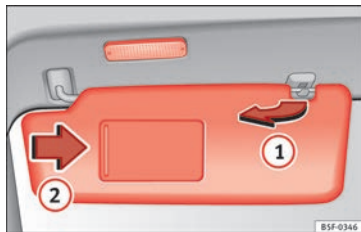

Abb. 63 Sonnenblende.
- Die Sonnenblende kann aus der Halterung herausgezogen und zu der Tür geschwenkt werden » Abb. 63 ①.
In der heruntergeklappten Sonnenblende befindet sich hinter einer Abdeckung ein Make-up-Spiegel. Beim Aufschieben der Abdeckung » Abb. 63 ② leuchtet eine Leuchte auf.